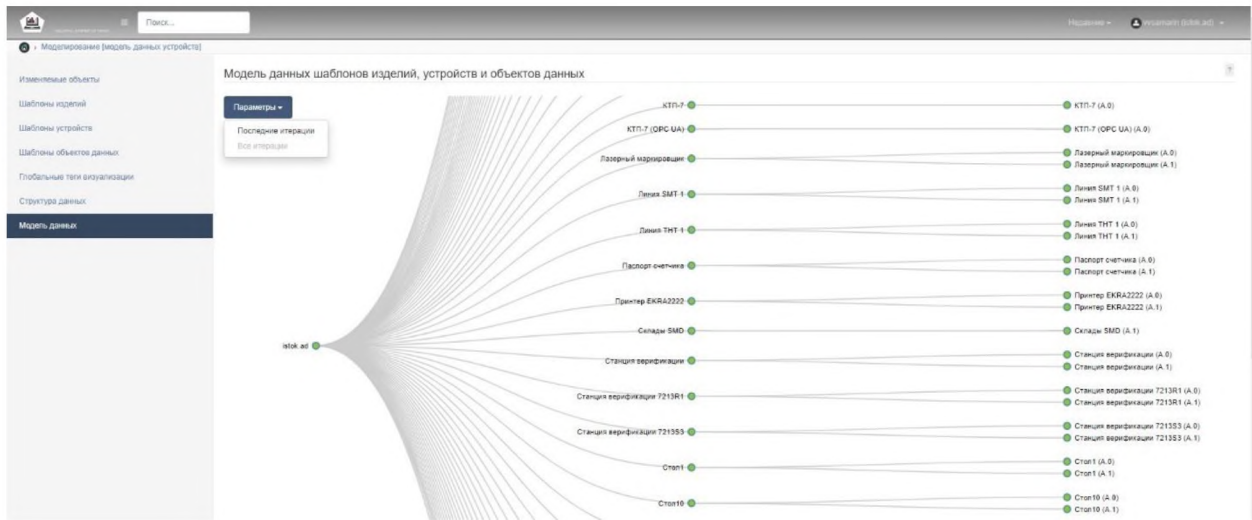

Рисунок 52 – Дерево модели данных
2) Выберите **Последние итерации** или **Все итерации** (рис. 52).